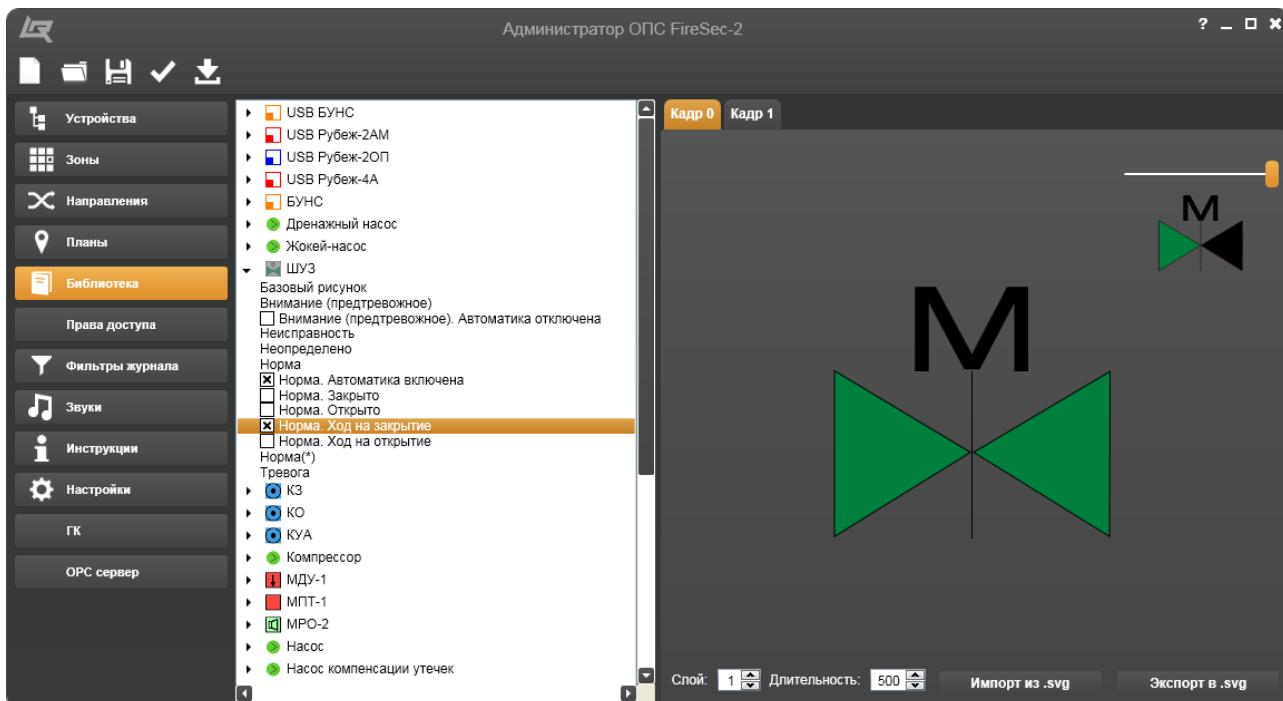

Рисунок 14.8.3 – Рисунок устройства в рабочей области вкладки **Библиотека**
Если в левой части раскрыть список рисунков, отражающих состояния какого-либо устройства, щелкнув на значке ► рядом с этим устройством, и выбрать один из них, то в правой части рабочего поля появится соответствующий рисунок (Рисунок 14.8.3).
- Открыть рисунок **Норма. Ход на закрытие** и назначить кадру 0 номер слоя 1, а кадру 1 номер слоя 2 (Рисунок 14.8.3).